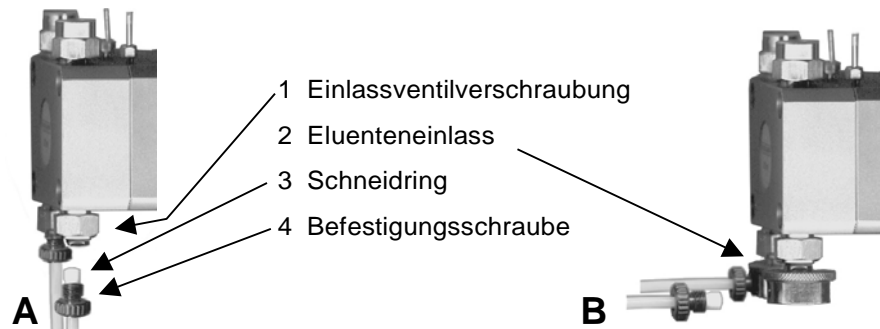

Abb. 5 Pumpenkopf: Anschluss von Lösungsmitteln 100, 250 und 500 ml Kopf
Die Lösungsmittelschläuche werden entsprechend Abb. 5 mit dem Pumpenkopf verbunden. Je nach den konkreten örtlichen Bedingungen können die Schläuche direkt mit der Einlassventilverschraubung (**A**) verbunden werden oder mit dem Eluenteneinlass (**B**). Stellen Sie sicher, dass die flache Seite des Schneidrings zum Pumpenkopf zeigt und dass die Befestigungsschraube handfest angezogen wird.
2. Lösen Sie die beiden Schläuche von den Einlassventilverschraubungen (100ml-Kopf Abb. 5 A), den Eluenteneinlässen (250ml- und 500ml-Kopf Abb. 5 B) bzw. den Schlaucholiven (1000ml-Kopf Abb. 6).